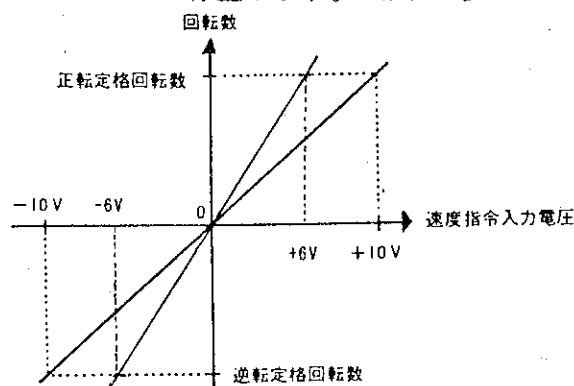

図5-2 速度指令入力電圧とモータ回転数
速度指令入力は入力電圧がDC ± 10 Vでモータが定格回転となるように調整されています。0 Vでモータは停止します。(図5-2参照)
(4)速度調整ボリュームSPVRにて、速度指令電圧が ± 6 V $\sim \pm 10$ Vの範囲でモータが定格回転となるよう調整が必要です。(図5-2参照)